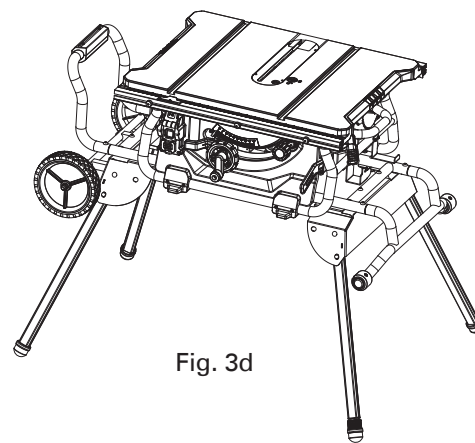

Fig. 3d
- La Fig. 3d représente l'ensemble du socle en position ouverte.